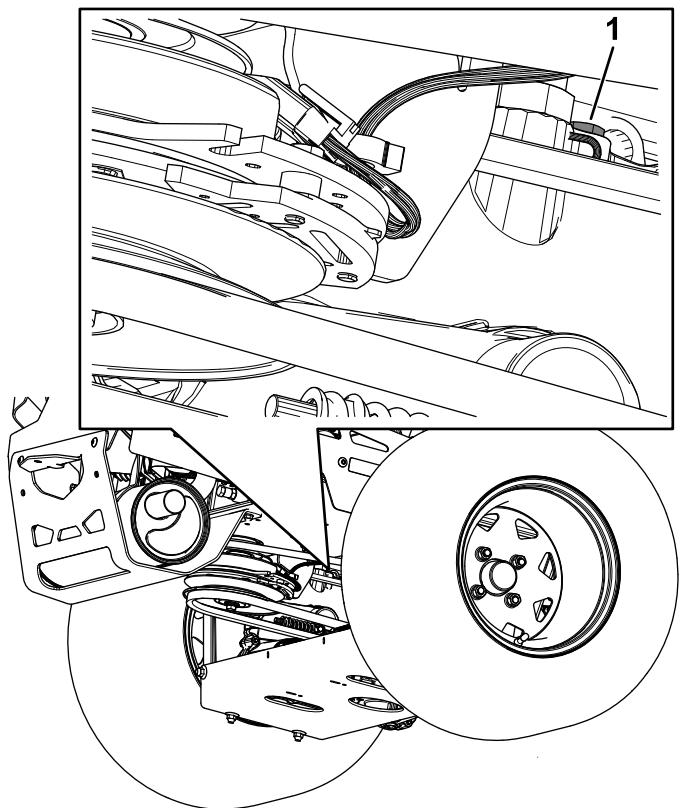

Figure 77
- **Système hydro ZT 5400** : utilisez une clé de 7/16 pouce pour accéder au bouchon d'aération par le dessous de la machine (Figure 77).